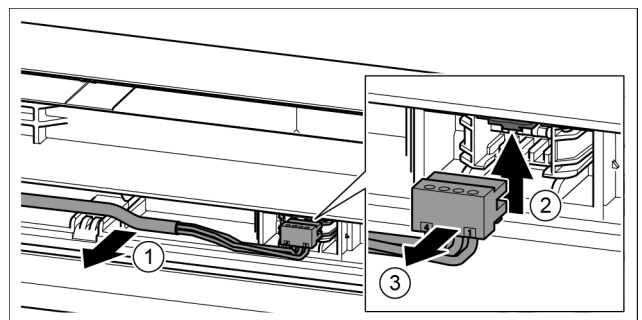

Fig. 19
- ▶ Šedý kabel opatrně uvolněte z vedení ve dveřích. *Fig. 19 (1)*
- ▶ Lamelu zatlačte nahoru. *Fig. 19 (2)*
- ▶ Opatrně vytáhněte zástrčku. *Fig. 19 (3)*